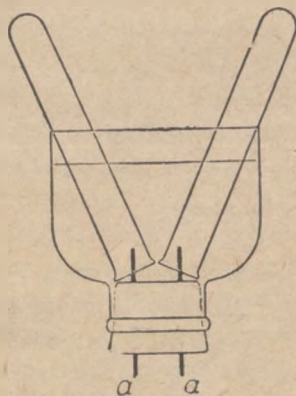

Рис. 40. Прибор для опыта с пропусканьем через воду электрического тока.
*Задача 11.* Получите от преподавателя прибор, изображенный на рис. 40 или подобный. Прибор помещается на кольцо штатива. В приборе налит раствор соды, едкого натра или извести и помещены две пробирки, наполненные тем же раствором.
Для того, чтобы оба газа находились при атмосферном давлении, уровень воды в пробирке с газом должен быть на той же высоте, что и в сосуде, в который погружена пробирка. Этого в вашем приборе, вероятно, достигнуть не удастся, если прибор не глубже, чем на рис. 40. Поэтому придется перенести трубки в стакан с водой и уже там, установив пробирку на надлежащей высоте, отметить уровень газа резиновым колечком или иным способом.